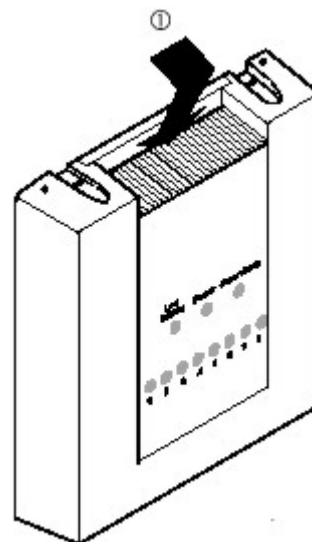

Figura 6. Rimozione del coperchio del ricevitore
1. Rimuovere il coperchio del ricevitore premendo al centro della parte superiore del coperchio stesso (vedere Figura 6)